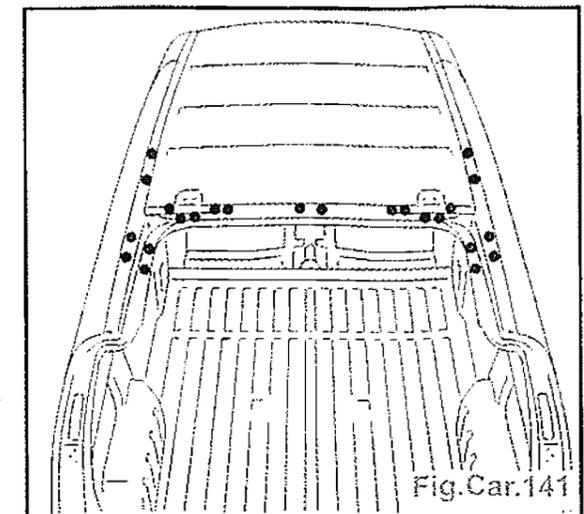

Fig.Car.141
- Souder par points électriques avec l'équipement CA3 (Fig.Car.141).